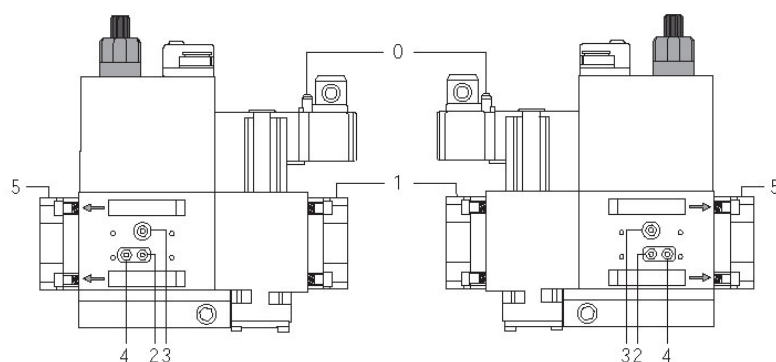
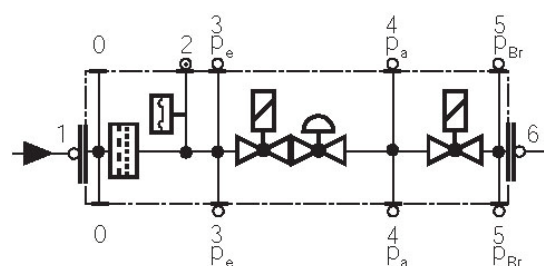

Fig. 59
Fig. 60
- Pulire o sostituire il filtro se la differenza di pressione fra i punti 1 e 2 (Fig. 59-Fig. 60)  $\Delta p > 10$  mbar.